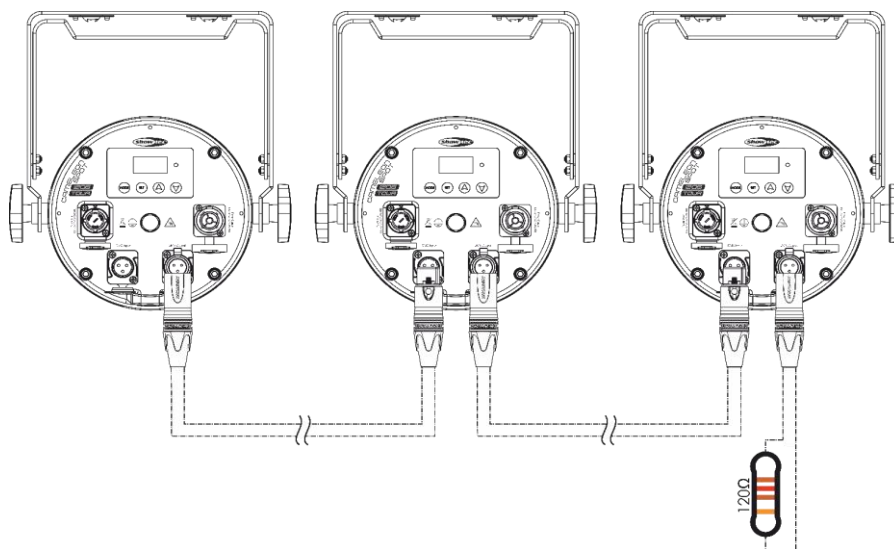

Fig. 09
- 02) Ripetere il passo 1 per collegare tutti i dispositivi come mostrato nella Fig. 09.